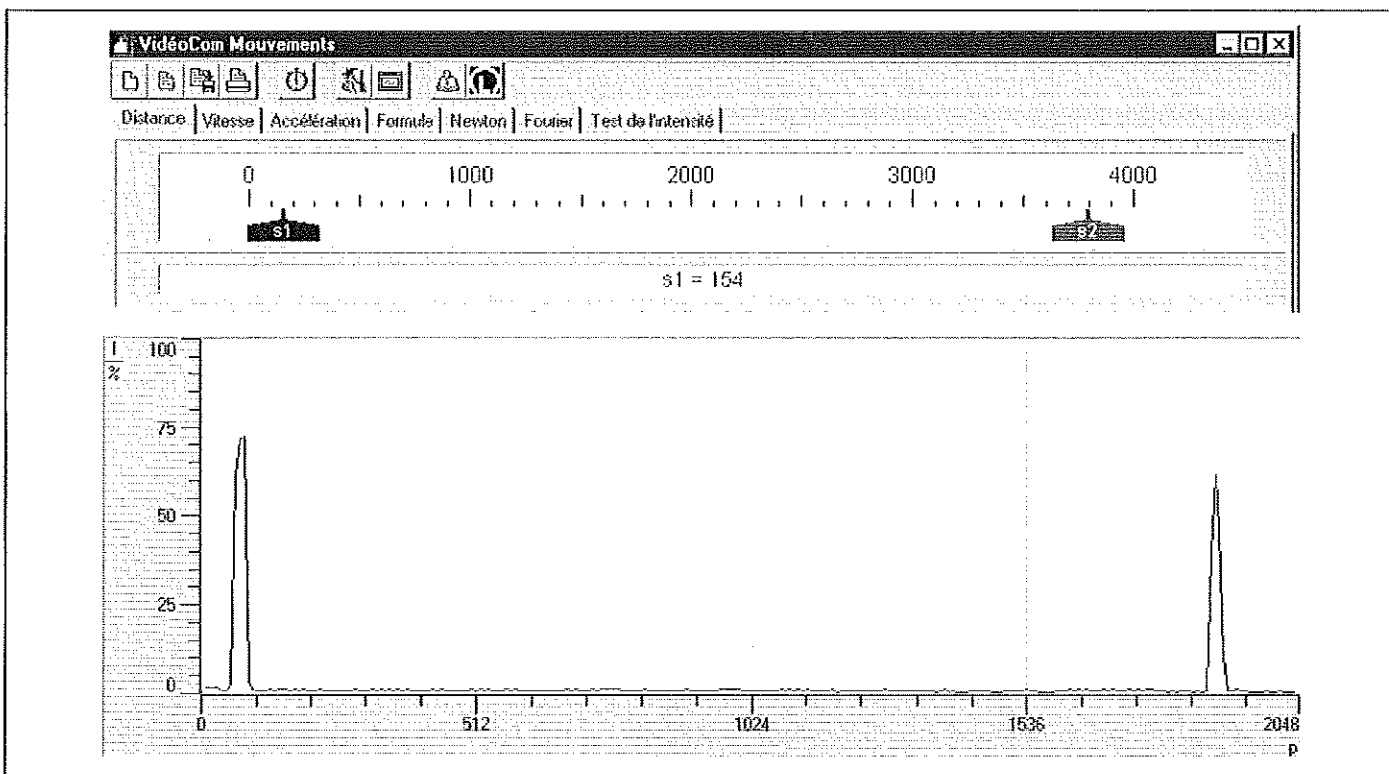

Fig. 5
La feuille autocollante réfléchit la lumière incidente bien sur soi-même (principe du miroir triple). VidéoCom distingue ce reflet du fond par une mesure de l'intensité et saisit de cette façon la position de la feuille (voir fig. 5). L'éclairage stroboscopique à LEDs joue un rôle décisif en tant que source lumineuse, car c'est exactement là que la feuille renvoie la lumière.
- choisir la hauteur de telle sorte qu'au moins un reflet soit affiché sur le cadran ⑦;
- finalement, les deux reflets devraient se trouver bien sur le bord gauche et sur le bord droit du cadran ⑦ (voir fig. 5) – une légère modification de l'ajustage ne devrait donc plus avoir de répercussions;
S'il n'est pas possible de procéder à la mise au point de VidéoCom parce qu'il n'y a pas assez ou trop de reflets de repérés (par ex. suite à un éclairage défavorable), le logiciel pour le relevé des déplacements donne la possibilité de représenter les intensités mesurées (test de l'intensité). Une répartition d'intensité typique montre un pic d'au moins 25 % pour chaque reflet ainsi qu'un fond de max. 10 % (voir fig. 5).